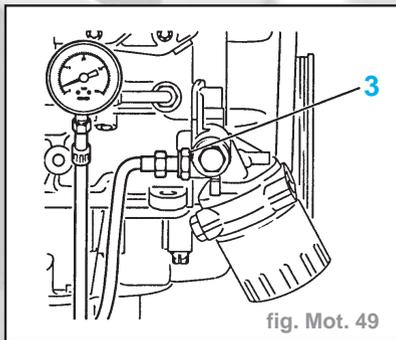

fig. Mot. 49
- Visser l'adaptateur **KM-135 (3)** dans l'orifice fileté du manostat d'huile. Visser le manomètre de pression d'huile **KM-498-B** sur l'adaptateur (fig. Mot.49).